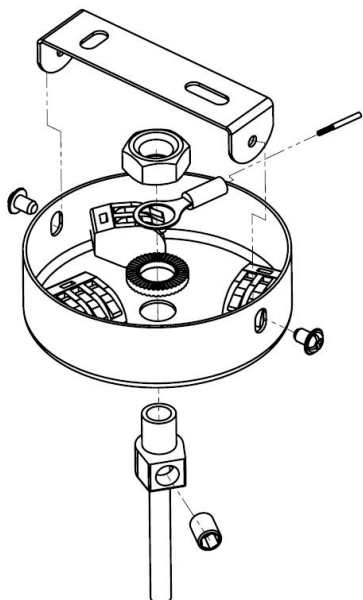

Рис.3
- Установите потолочную чашу для подвешенного исполнения (Рисунок 3);